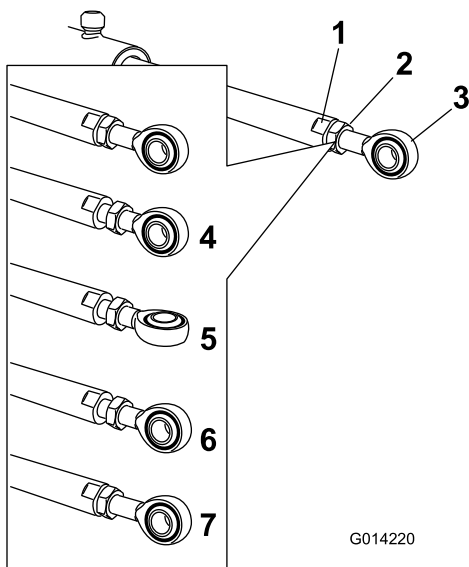

Figura 97
4. Utilize uma chave nos lados planos da barra do acionador para o imobilizar e, em seguida, desaperte a porca para permitir que a barra do olhal seja manipulada (Figura 97).
- Rode a barra do olhal na barra do olhal para diminuir ou aumentar o acionador estendido para a posição desejada (Figura 97).